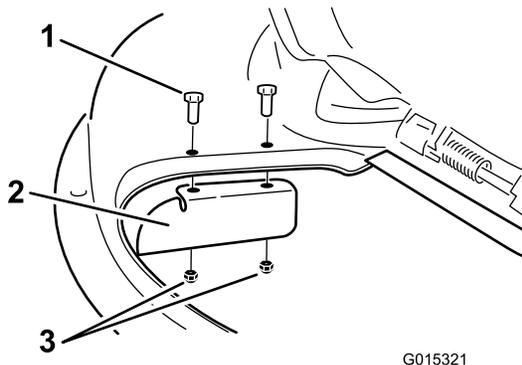

Figura 31
9. Instale el tabique en las clavijas del clip. Figura 31. Sujete el tabique al cortacésped con dos contratuercas (5/16 pulgada).